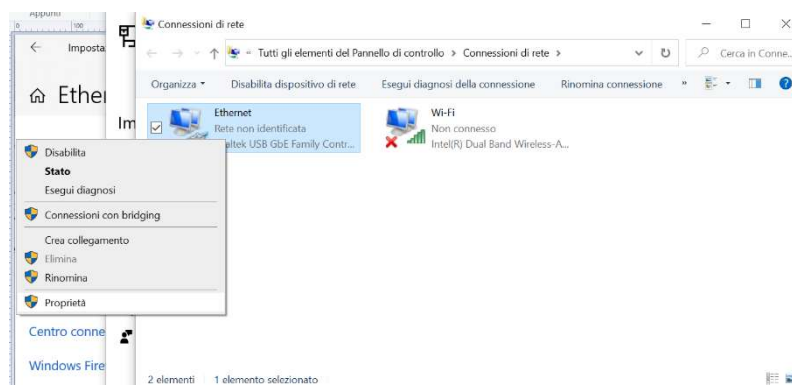

Fig. 5
5. Cliccare su "Modifica opzioni scheda". Comparirà una scheda con tutte le risorse di rete (Fig.5).